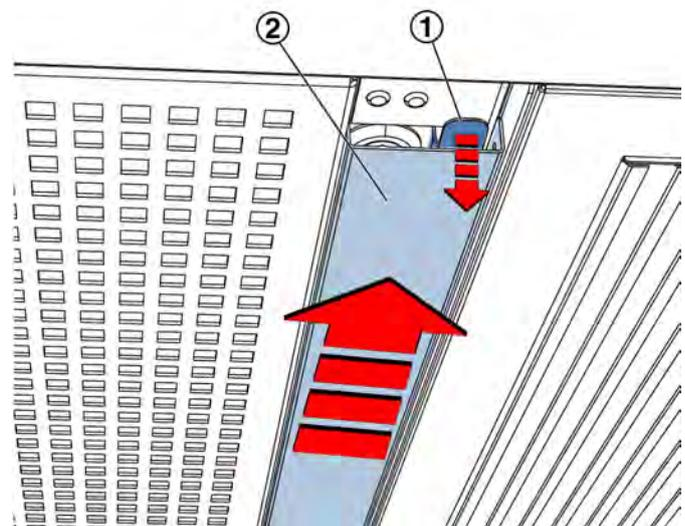

Abb. 79: Abdeckleiste lösen
1. ▶ An der Außenseite des Gerätes seitlich in die Abdeckleiste eingreifen und die Lasche (Abb. 79 /1) nach unten drücken. Dann die Abdeckleiste nach außen schieben und abnehmen. Die Abdeckleiste für die spätere Montage so lagern, dass sie nicht beschädigt wird.